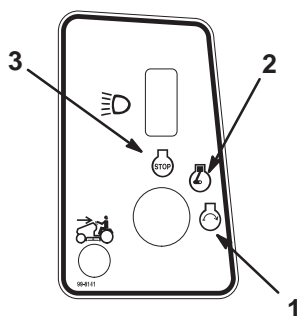

Bild 9
5. Drehen Sie den Zündschlüssel im Uhrzeigersinn und halten ihn auf Start (Bild 9). Lassen Sie den Schlüssel sofort los, wenn der Motor anspringt.
2. Drehen Sie den Zündschlüssel auf „Aus“ (Bild 9).